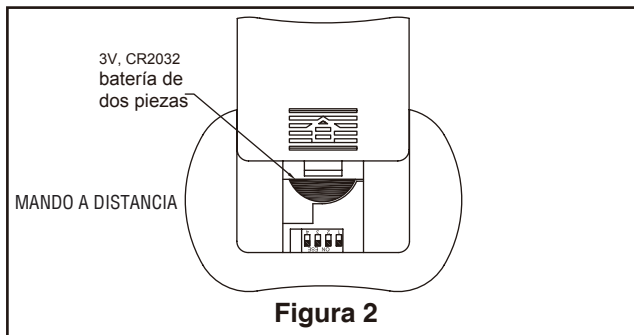

Figura 2
2. Para que funcione el ventilador, instale dos pilas de 3 voltios en el transmisor del mando a distancia. (si no se va a utilizar por largos períodos de tiempo, retire la batería para evitar daños al control remoto de mano.) Guarde el transmisor lejos del exceso de calor o humedad. (Figura 2)